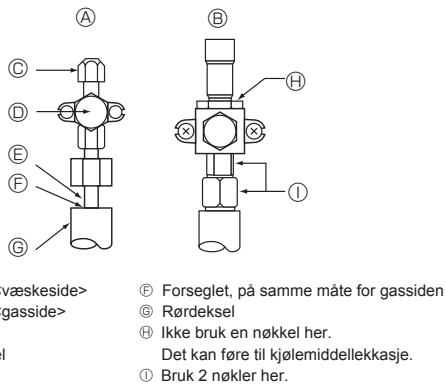

Fig. 4-5
4.4. Metode for å teste om kjølemiddelrør er lufttett (Fig. 4-5)